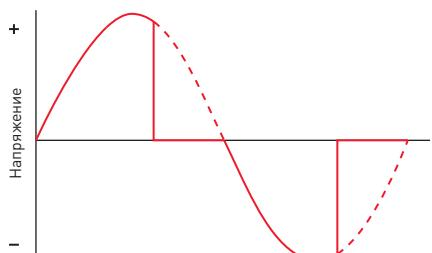

Рисунок 2. Диммирование по заднему фронту (Trailing edge).
- 3.10. Данный диммер работает с отсечкой фазы по заднему фронту — Reverse phase control, Trailing edge (см. Рисунок 2). Убедитесь, что подключаемый источник света поддерживает работу с диммерами такого типа.